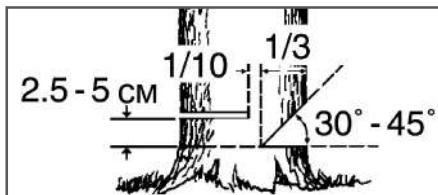

Рис. 15 Расположение запила и пропила
- Выберите направления падения дерева. Для этого следует учесть силу и направление ветра, естественный наклон дерева, равномерность распределения веток в кроне дерева. Начните пилить с той стороны дерева, куда оно должно упасть (Рис. 15).